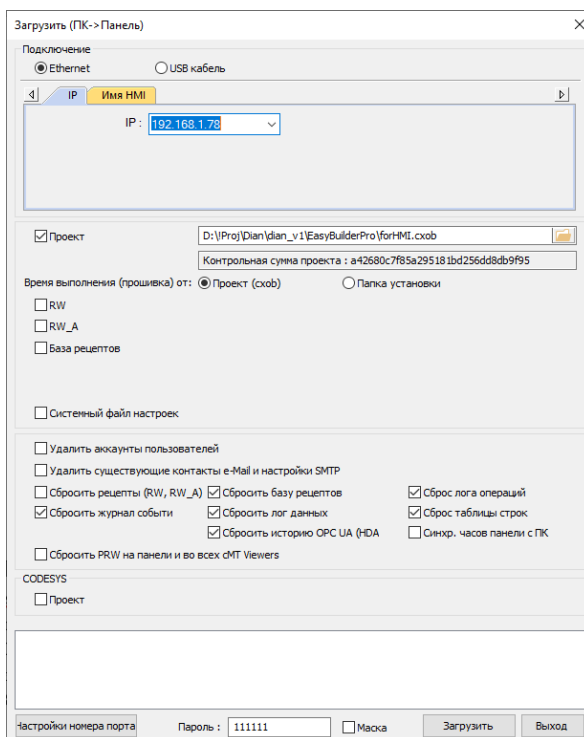

Рисунок 4.22 – Настройки окна «Загрузить (ПК->Панель)» ПО Utility Manger
7. Установить значения в полях: «Сбросить журнал событий», «Сбросить базу рецептов», «Сбросить лог данных», «Сбросить историю OPS UA (HDA)», «Сброс лог операций», «Сброс таблицы строк», «Синхр. часов панели с ПК». Ввести пароль в поле «Пароль:» (по умолчанию 111111 (рисунок 4.22)).